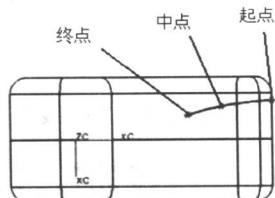

图 1-12 绘制圆弧
(1) 利用“直线和圆”→“圆弧一点一点”生成一段圆弧。其中起点坐标为 (-12.5, 61, 0)，终点坐标为 (-8, 35, 0)，中间点选择合适的点的圆弧，如图 1-12 所示。